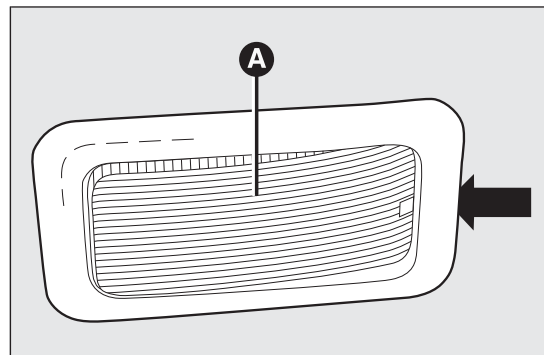

fig. 120
- ☐ con el destornillador proporcionado, extraer el plafón A fig. 120 actuando en el punto que indica la flecha;